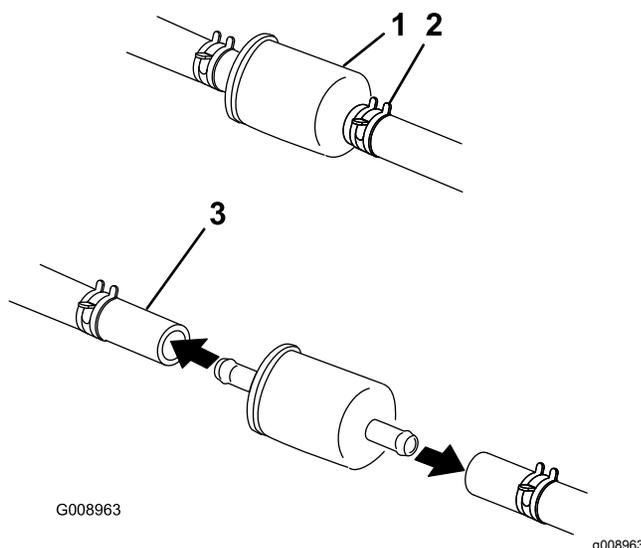

Bild 44
5. Drücken Sie die Enden der Schlauchklemmen zusammen und schieben Sie sie vom Filter weg (Bild 44).
7. Setzen Sie einen neuen Filter ein und schieben Sie die Schlauchklemmen an den Filter heran (Bild 44).